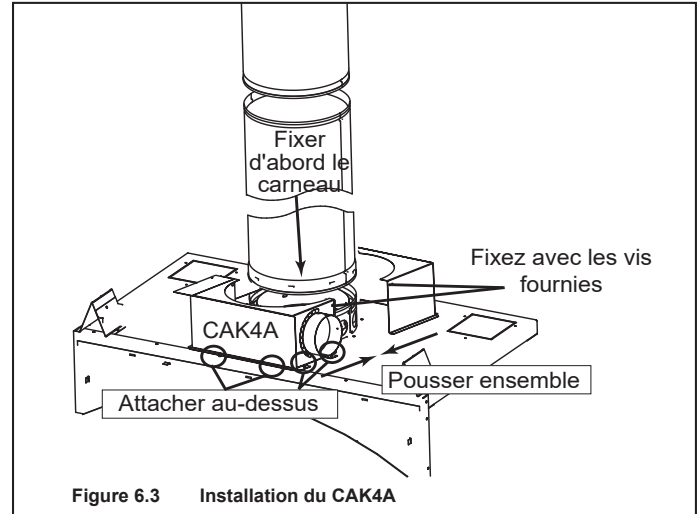

Figure 6.3 Installation du CAK4A
- Fixez le CAK4A. Voir la figure 6.3.
- Calfeutrez autour de l'ensemble au niveau du conduit de fumée et au sommet de la boîte avec un mastic haute température avec une résistance minimale de 500 degrés. Voir la figure 6.3.